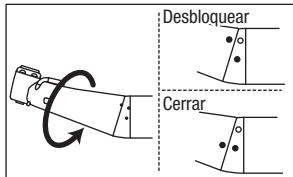

Fig. 11
- 3) Alinee la marca ● en el cabezal a la marca ○ (desbloquear) en el adaptador para insertar el cabezal hasta que entre en contacto con el adaptador. (Fig.11)
- 4) Gire el cabezal en la dirección de la marca ● hasta que haga clic (las marcas están alineadas). (Fig. 11)
Durante el montaje de la pieza de mano en el motor, compruebe que la marca ● está alineada en la pieza de mano. (Fig.11)